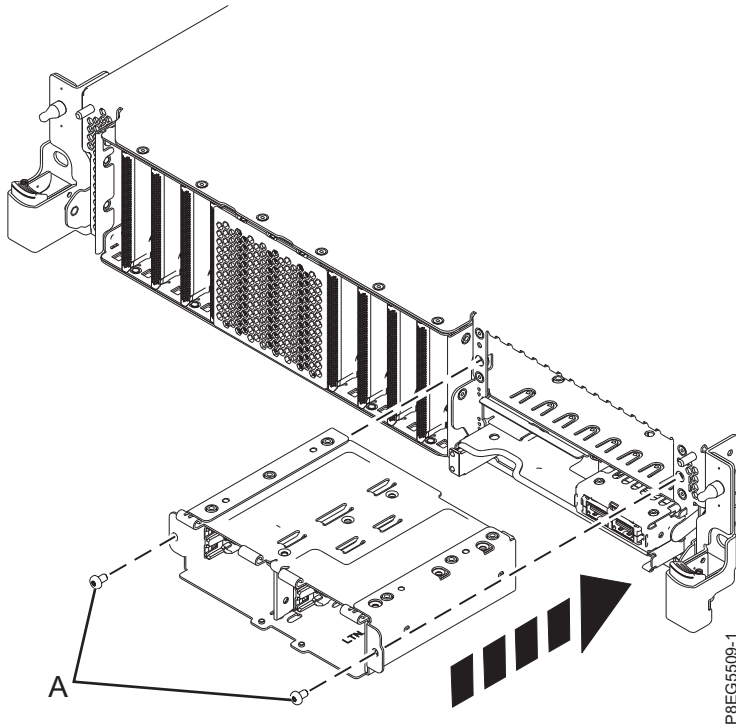

Figure 6. Réinstallation du compartiment SSD
4. Si votre système dispose du fond de panier d'unité de disque à fonction étendue, faites glisser le compartiment SSD pour le remettre en place. Installez et serrez les vis (A). Voir figure 6, à la page 8.